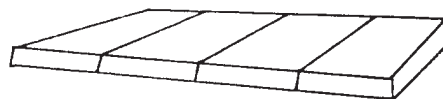

Figura 2
**A tizón.** Cada pieza se pega en sentido transversal (a lo ancho). De esta forma, la construcción queda más resistente, pero requiere más material (figura 2).